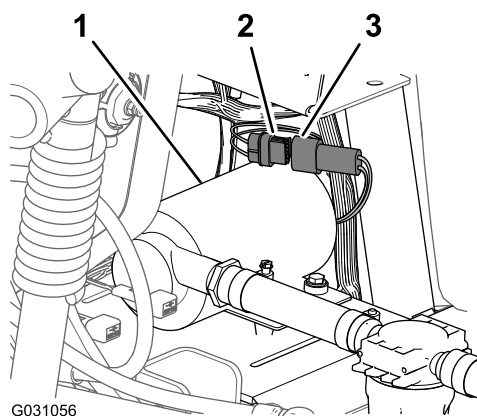

Figura 181
1. Conecte el conector de 6 pines del arnés de cables de la bomba de enjuague al conector hembra de 6 vías del arnés principal trasero (Figura 181).